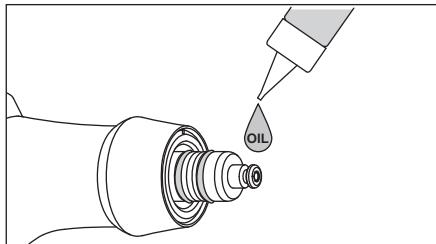

Fig.15
- 1) Asciugare bene l'O-ring del contenitore della polvere e depositarvi una piccola goccia dell'olio per turbina in dotazione, stendendola bene con le dita o altro sup-porto (Fig. 15).